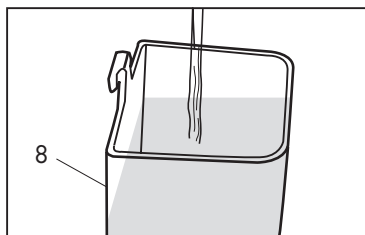

Fig. 2
- Riempire il serbatoio fino al raggiungimento del livello massimo (1,8 l). (Fig.2)